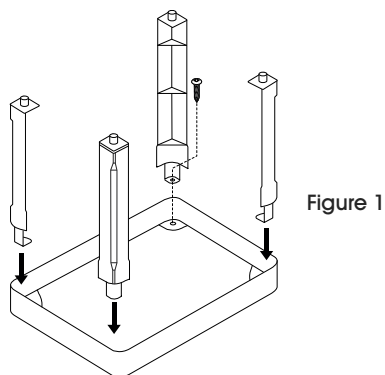

Figure 1
1. Vissez les pieds dans le dessus de la tablette inférieure avec quatre vis. (Voir Figure 1)